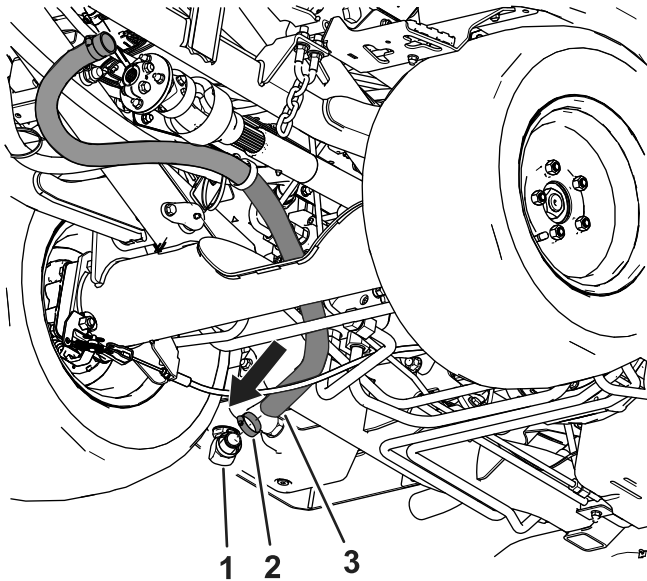

Figure 16
4. Branchez le flexible à crépine sur le raccord à crépine au bas du réservoir hydraulique (Figure 16).